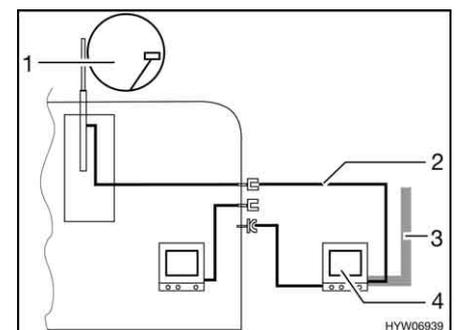

Fig. 156 TV nella tenda veranda
- TV nella tenda veranda (Fig. 156,4): Collegamento all'antenna del tetto (Fig. 156,1) con cavo di collegamento (Fig. 156,2)
- TV nella tenda veranda (Fig. 156,4): Collegamento a antenna esterna (Fig. 156,3)